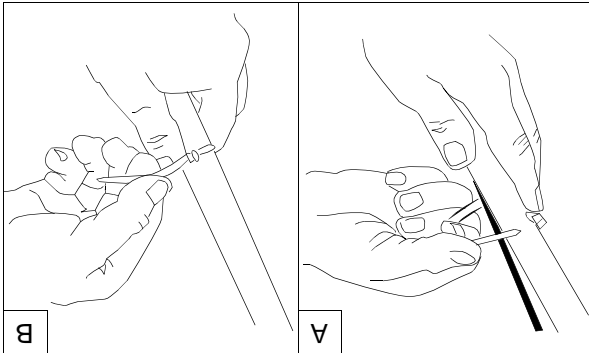

Figura 14
- Asegure el cable del gatillo de giro a la derecha al mango derecho inferior, usando el amarre de cable provisto en el conjunto de ferreteria. Vea la Figura 14.